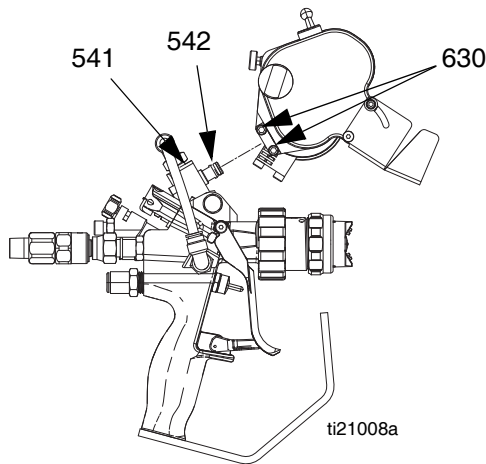

FIG. 6
- a. Si cela est nécessaire, utiliser une clé à molette pour régler le pivot (541), de sorte qu'il soit parallèle à la tête du pistolet et que l'extrémité ouverte soit orientée vers l'avant du pistolet. Voir FIG. 6.
- b. Sortir les vis (630). Voir FIG. 6.
**REMARQUE** : S'assurer que le joint torique (542) est correctement introduit dans l'ensemble de cutters. Vérifier s'il n'y a pas de fuite d'air trop grande, car cela réduirait grandement les performances du moteur pneumatique. Voir FIG. 6.
- d. Serrer les vis (630) pour verrouiller le système de découpe en place.